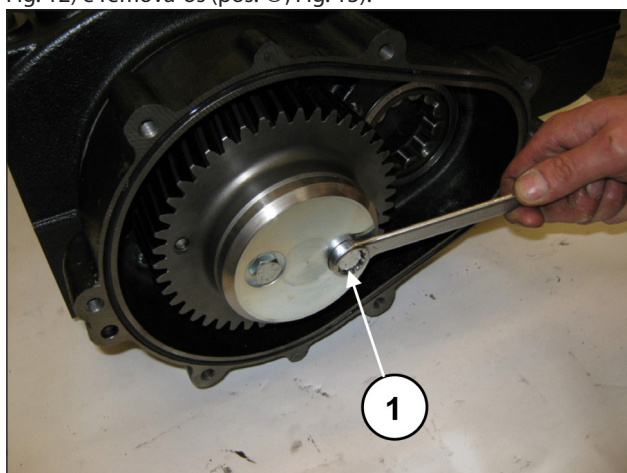
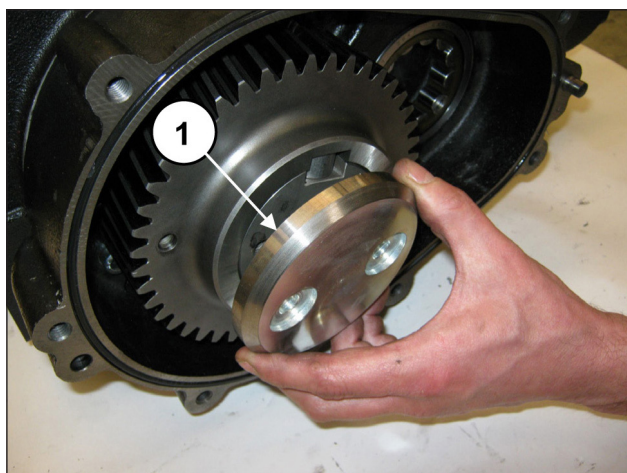

Fig. 12
Fig. 13
Solte os parafusos que fixam a retenção da coroa (pos. ①, Fig. 12) e remova-os (pos. ①, Fig. 13).